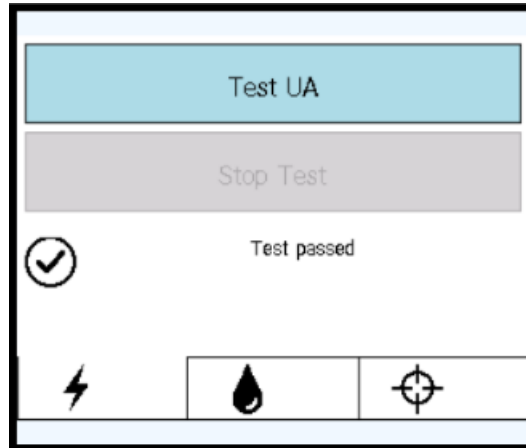
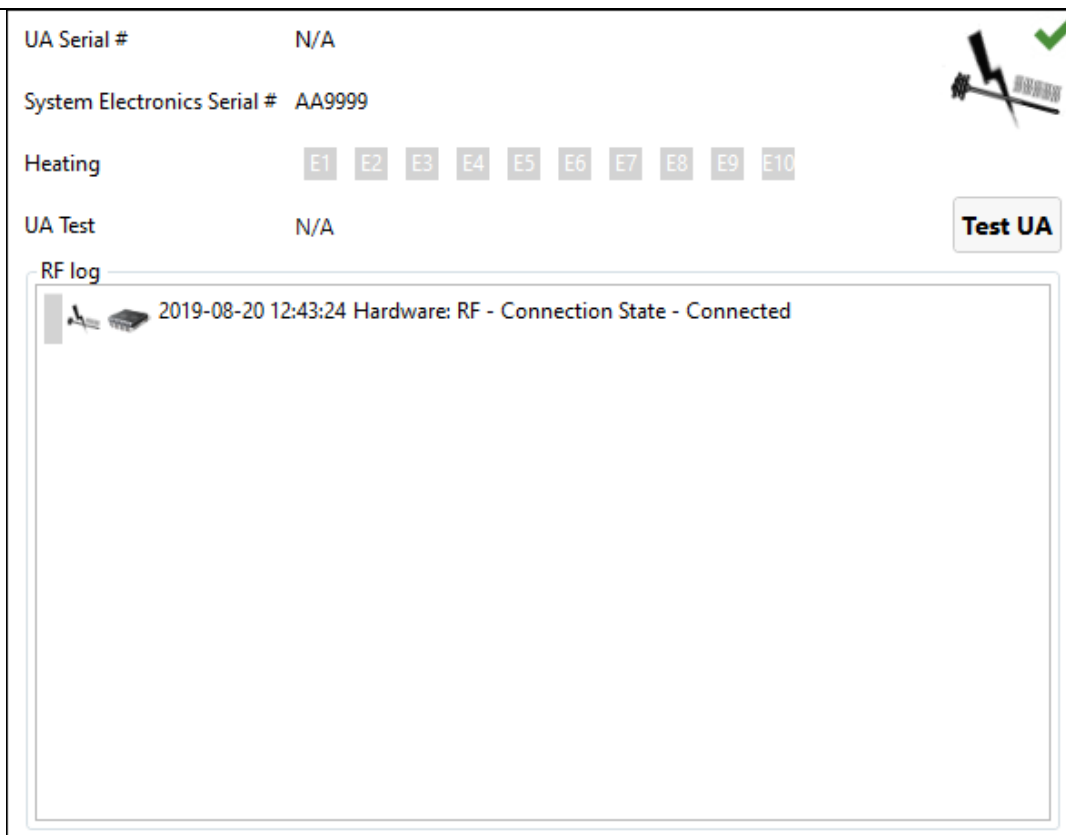
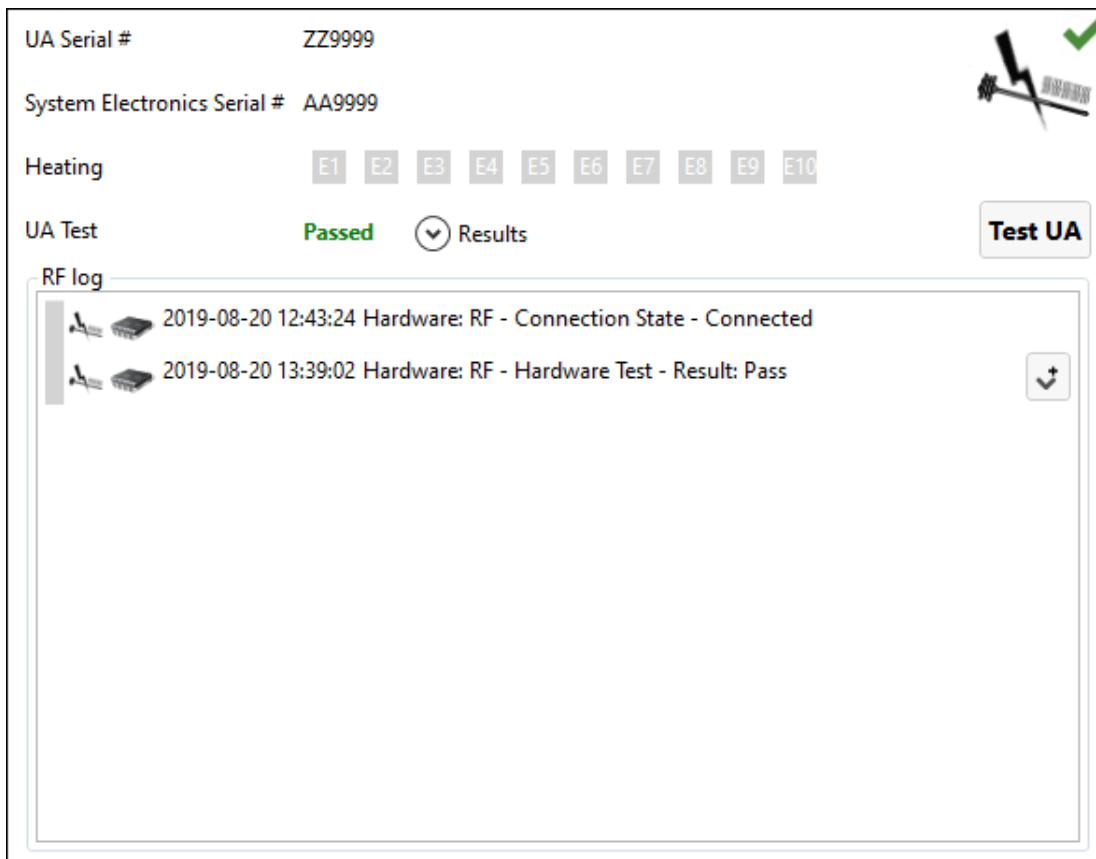

Bild 19: Skärm för positioneringssystemets gränssnittsbox – fliken RF
Bild 20: Informationsruta om RF på arbetsytan Setup (inställningar)
Bild 21: RF-informationsruta efter lyckat test av ultraljudsapplikatorn
- På fliken **RF** på skärmen för positioneringssystemets gränssnittsbox (*Bild 19*) eller i RF-informationsrutan på arbetsytan *Setup* (inställningar) (*Bild 20*) klickar du på **Test UA** (testa ultraljudsapplikator). Systemet skickar en kort strömskur till vart och ett av de tio elementen i ultraljudsapplikatorn för att säkerställa kontinuitet och funktion hos alla tio kanalerna.
När RF-strömtestet är klart visas ett kort meddelande på skärmen för positioneringssystemets gränssnittsbox (*Bild 19*). Du kan se detaljerade RF-testresultat i RF-informationsrutan i programvaran till behandlingskonsolen (*Bild 21*).